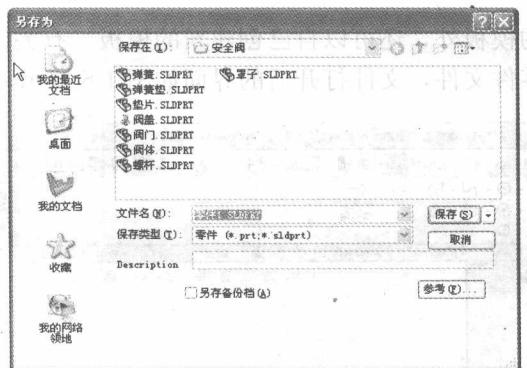

图 1-8 “另存为”对话框
单击“标准”工具栏上的“保存”按钮，打开“另存为”对话框，如图 1-8 所示。在对话框中选择所需要的文件夹，然后单击 保存(S) 按钮，就可以保存文件了。